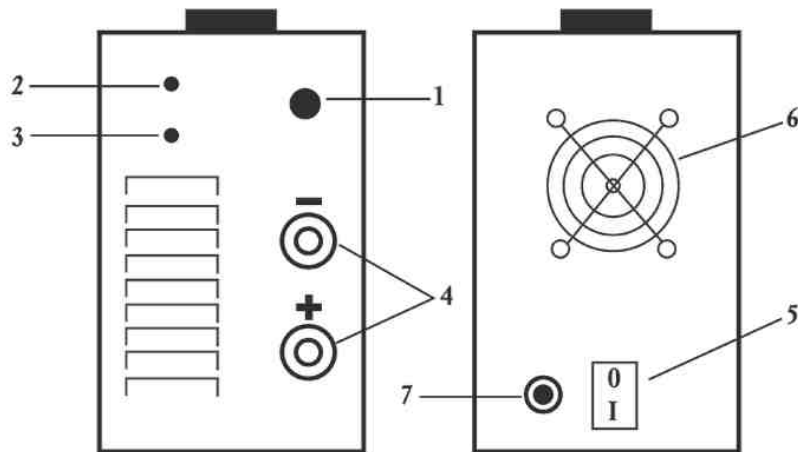

Рис. 1. Расположение органов управления
Основой устройства является однотактный прямоходовый преобразователь. Конструктивно ИИСТ-140 размещен в металлическом корпусе. Размещение органов управления и индикации показано на рис. 1.
6.1. Подключить держатель электрода и кабель массы к разъемам 4 (см. рис.1).